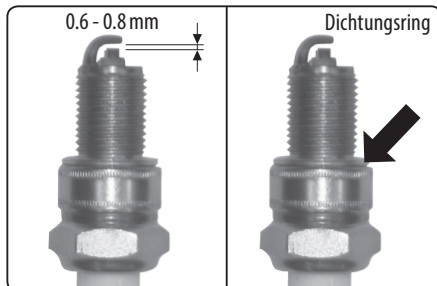

Abb. 12
- Falls die Zündkerze sichtbar abgenutzt oder verrußt ist oder der Isolator geplatzt ist oder dieser abblättert, ist die Zündkerze auszutauschen. Kontrollieren Sie mit einer Schiebelehre, ob die Entfernung der Elektroden 0,6-0,8 mm beträgt und ob der Dichtring in Ordnung ist (siehe Abb. 12).